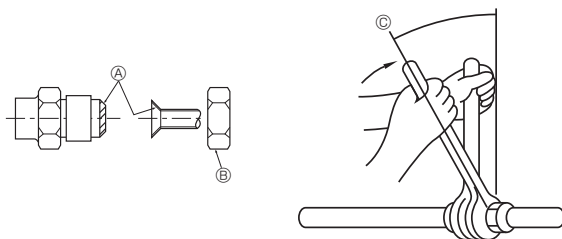

Fig. 5-9
- Appliquez une fine couche d'huile de réfrigérant sur la surface d'appui du tuyau. (Fig. 5-9)